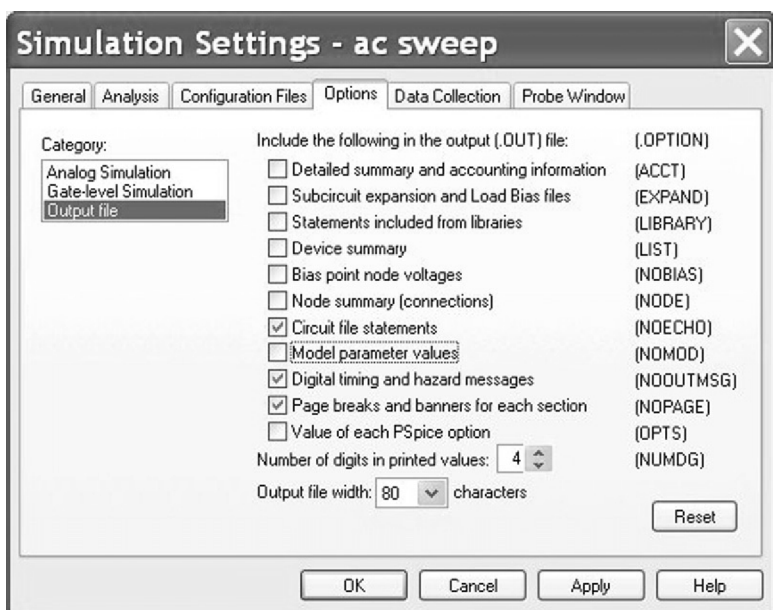

图 11.10 输出文件选项设置
8. 如图 11.10 所示, 在仿真设置窗口选择 **Options** 选项卡, 然后选择 **Output File** 输出文件, 在输出文件设置中不要选定 **Bias Point Node Voltages** 和 **Model parameter values** 选项。然后单击 **OK** 按钮对仿真设置进行确定, 切记不要关闭仿真设置窗口。